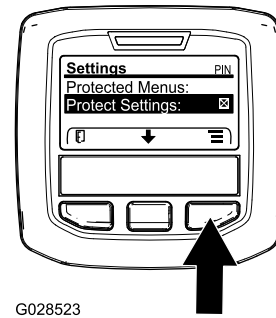

Figura 73
**Nota:** Se não existir um X na caixa à direita da entrada de definições protegidas, os submenus de rampa esquerda, rampa central, rampa direita e repor definições não estão bloqueados com PIN (Figura 73).
**Nota:** Surge um X na caixa à direita da entrada de Definições protegidas (Figura 73).